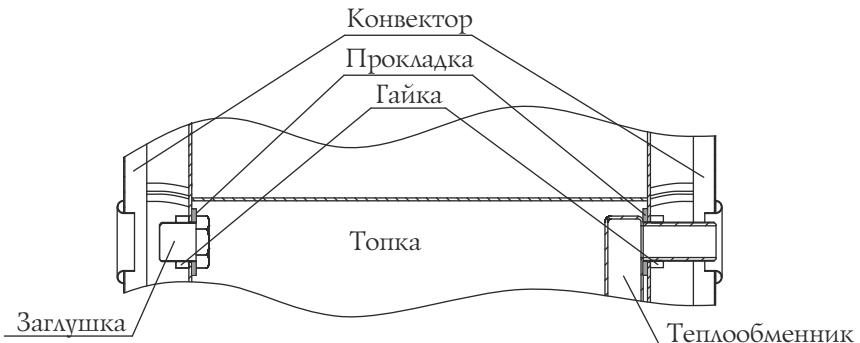

Рисунок 10. Демонтаж теплообменника и заглушки печи «Ангара 2012»
3. Снять теплообменник (рисунок 10) раскрутив гайки 2 шт. и вынув его из отверстий, прокладки остаются на штуцерах;